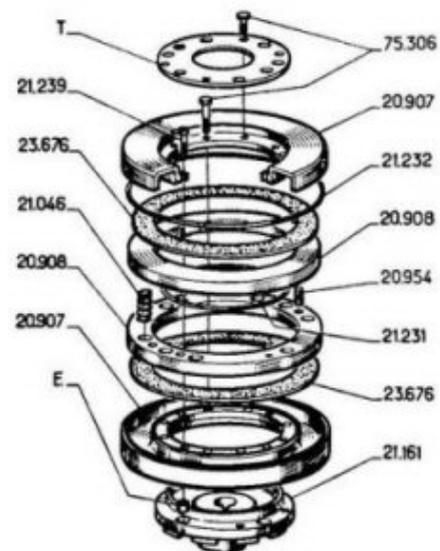

Figure 20. — Amortisseur de vibrations (vue éclatée)
**NOTA.** — Si le moteur comporte une prise de mouvement AV, les 4 vis à tête hexagonale (75.306), indiquées figure 20, serrent ensemble la tôle d'entraînement (T) et l'amortisseur sur le moyeu (21.161). Les 4 autres vis, identiques, fixent directement l'amortisseur sur le moyeu, et leurs têtes sont logées dans 4 alésages (A) spéciaux prévus dans la tôle.